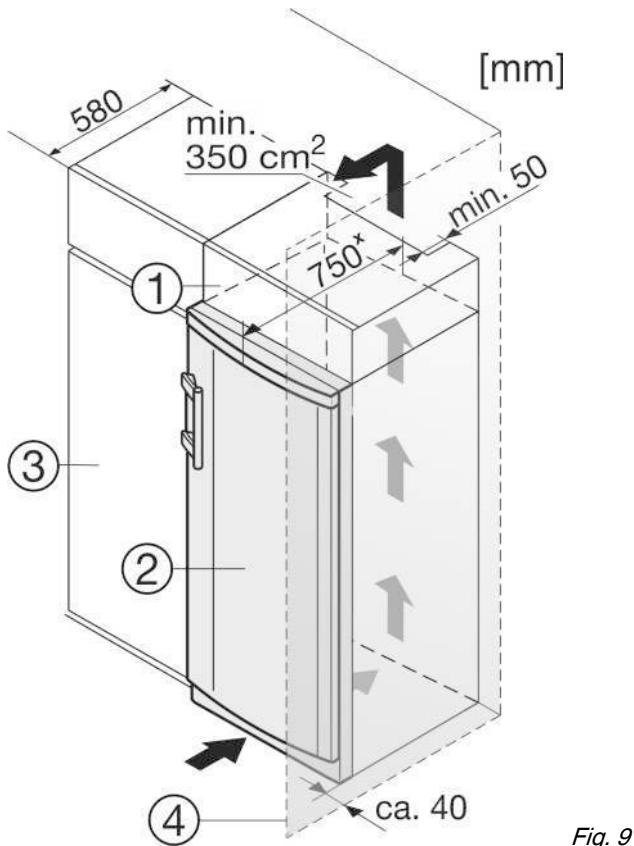

Fig. 9
Устройство может быть окружено предметами кухонной обстановки. Чтобы уравнять устройство Fig. 9 (2) по высоте с кухонной стенкой, можно установить над устройством соответствующий дополнительный шкафчик Fig. 9 (1).
Если устройство установлено на шарнирах у стены Fig. 9 (4), то расстояние между устройством и стеной должно быть не менее 40 мм. Настолько выступает ручка при открытой дверце.